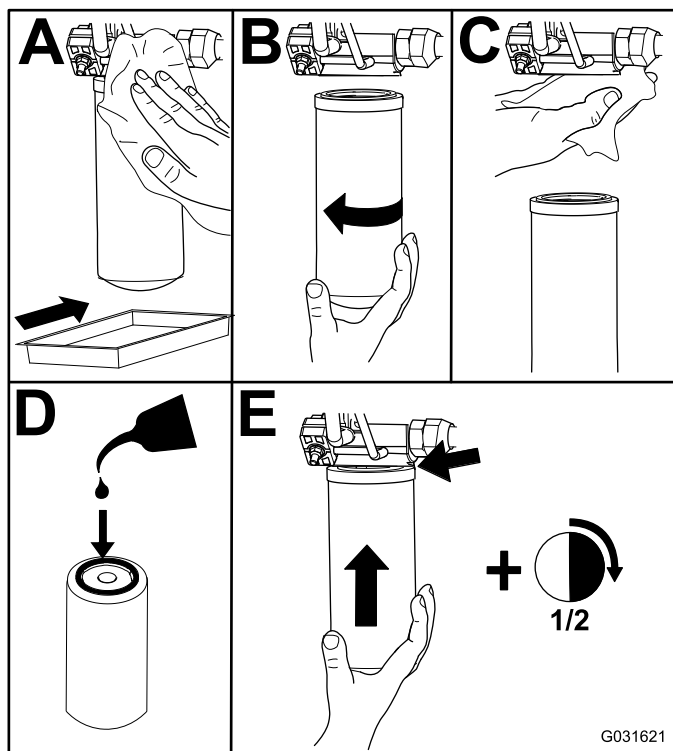

Bild 77
2. Tauschen Sie die Hydraulikfilter aus (Bild 77).